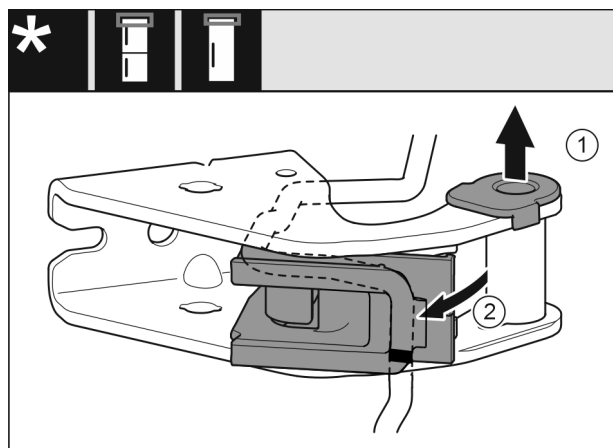

Fig. 26
- ▶ Puzdro ložiska vytiahnite z vedenia. Fig. 26 (1)
- ▶ Držiak kábla vychýľte. Fig. 26 (2)